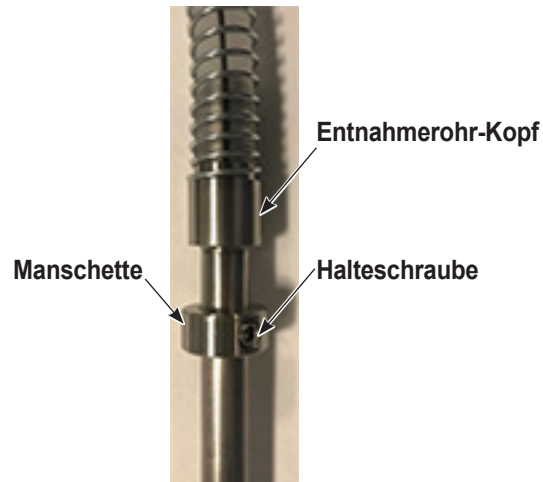

Abbildung 5 Manschette installieren
6. Siehe Abbildung 5. Die Halteschraube an der Manschette lockern und die Manschette über das Entnahmerohr in Richtung des Kopfes des Entnahmerohrs schieben. Circa 50 mm (2 in.) Abstand zwischen Kopf des Entnahmerohrs und Manschette lassen und Halteschraube festziehen.